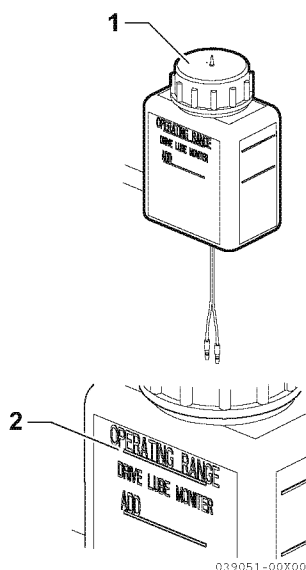

Figure 3
1. Retirez le bouchon du réservoir à huile (1, **Figure 3**).
2. Remplissez le réservoir à huile jusqu'au repère OPERATING RANGE (2, **Figure 3**) (plein) avec l'huile spécifiée.